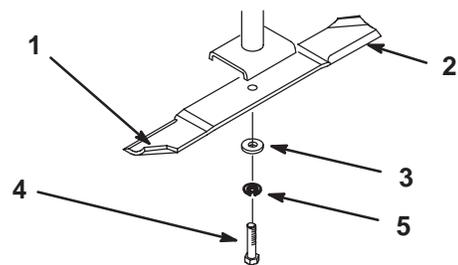
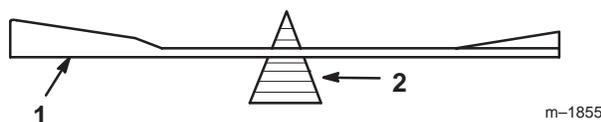

Figure 32
Figure 34
Tenez la lame à son extrémité avec un chiffon ou un gant épais. Enlevez de l'axe l'écrou de lame, la rondelle plate, la rondelle grower et la lame (Fig. 32).
2. Vérifiez l'équilibre de la lame en la plaçant sur un équilibreur (Fig. 34). Si la lame reste horizontale, elle est équilibrée et peut être utilisée. Si la lame est déséquilibrée, limez un peu l'extrémité de la partie incurvée seulement (Fig. 32). Répétez la procédure jusqu'à ce que la lame soit équilibrée.
1. Placez la lame sur l'axe (Fig. 32).
2. Installez la rondelle plate, la rondelle-frein et le boulon de fixation de la lame (Fig. 32). Serrez le boulon à 115–150 Nm.